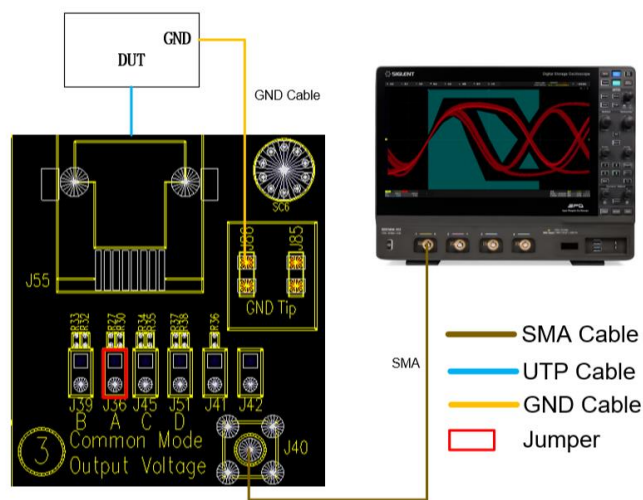

图 5-4 共模电压测试的 SMA 线缆连接
共模电压测试使用到测试夹具的区域③，使用 SMA 线缆的连接方式如图 5-4 所示，连接步骤为：
- (1) 短网线连接 DUT 到测试夹具区域③的连接器 J55。
- (2) SMA 线缆的一端连接到测试夹具区域③上的测试点 J40，另一端连接到示波器上的任意一个输入通道。
- (3) 使用一个导线，将 DUT 的 GND 和测试夹具的 GND（测试夹具区域③上的 J85/J86）连接起来，实现 DUT 和测试夹具共地。
- (4) 将一个跳线帽短接测试夹具区域③上的 J36。